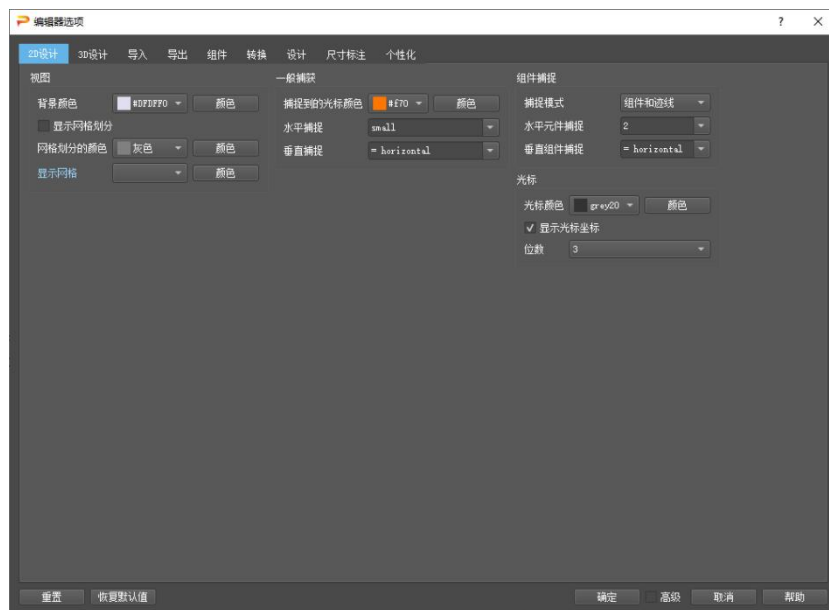

图 1.4 派岳™ 编辑器设置窗口
-  **编辑器选项**-打开编辑器选项窗口（如图 1.4）进行常用设置